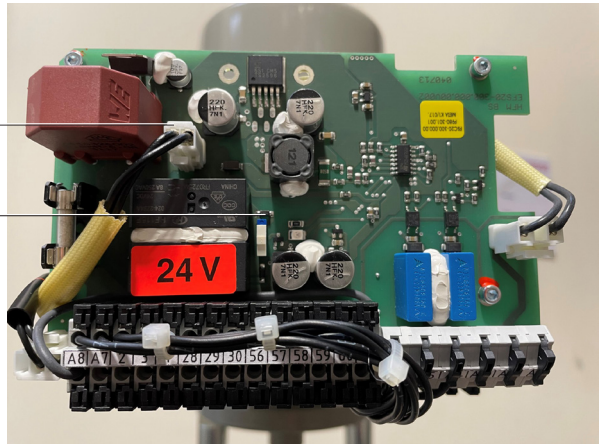

Fig. 32
- Identificeer en ontkoppel de stekker van de supercondensator van de printplaat van de uitschakelmodule (Afbeelding 32).